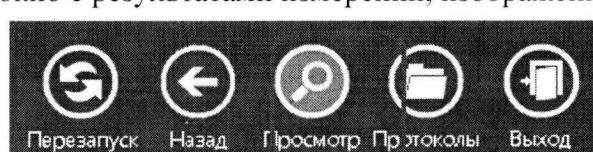

Рисунок 24
6.14 Нажать в главном окне программы ВЕКТОР-ИКИ-2016 пиктограмму “Просмотр” – рисунок 24. Откроется окно с результатами измерений, изображённое на рисунке 25.